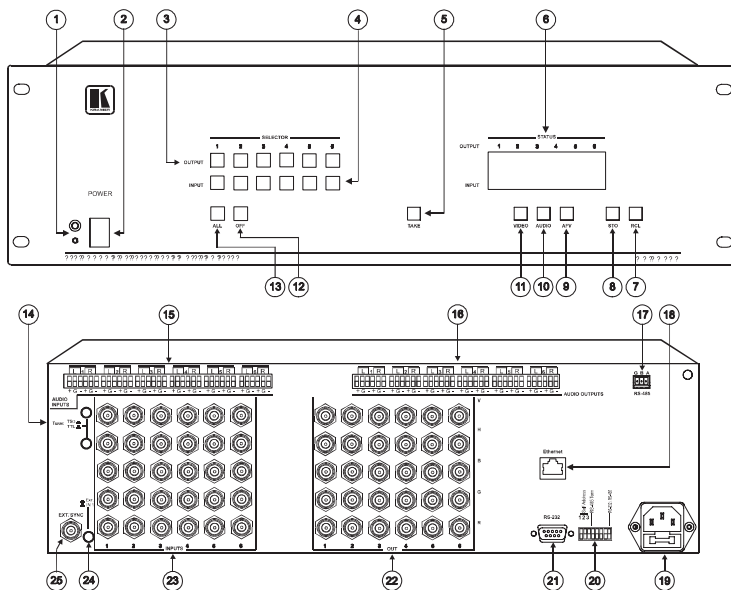

Рис. 4. Матричный коммутатор VP-66ETH
- **VP-66ETH** (рис. 4)
- Соедините разъем последовательного порта компьютера с разъемом DB9 **RS-232** на задней панели **VP-88ETH** кабелем длиной до 15 м, выполненным в соответствии со схемой на рис. 4 (показаны случаи использования на компьютере 9- и 25-контактного разъема):